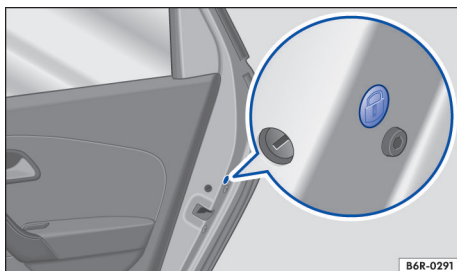

Fig. 60 Na parte dianteira da porta direita: travamento de emergência, coberto por uma vedação de borracha.
- Remover a vedação de borracha na lateral da porta. A vedação está identificada por um cadeado ⓘ → Fig. 60.